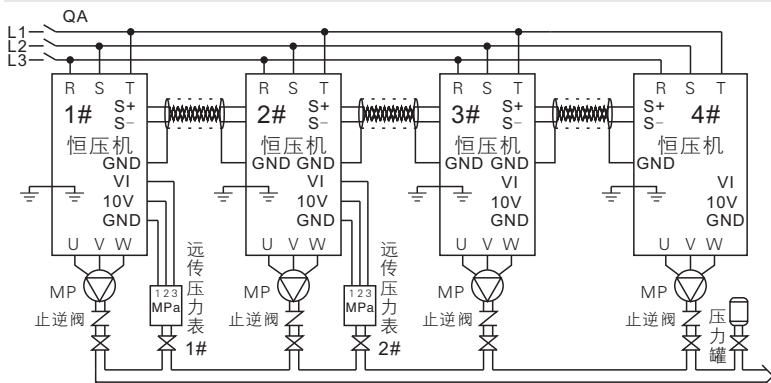
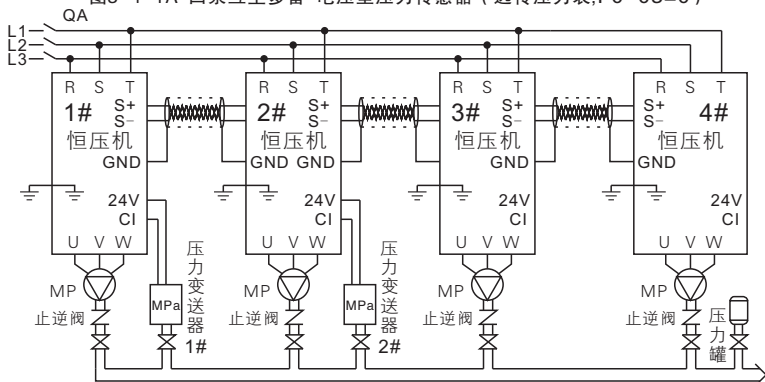

图3-4-1A 四泵互主多备-电压型压力传感器 (远传压力表,F0-03=0)
图3-4-1B 四泵互主多备-电流型压力传感器 (压力变送器,F0-03=1)
- ①先接主回路输入端(三相:R、S、T,单相:R、T)输出端(U、V、W到异步电机)
- ②再将压力传感器的信号线连接到智能恒压机,连接电压型远传压力表参照图3-4-1A,连接电流型压力变送器参照图3-4-1B。
- ③通信线连接,用双绞屏蔽线将四台智能恒压机端子S+、S-同名端子对应连接。
- ①供电后,将F0-00设置0为手动模式,按运行键查看水泵叶轮旋转方向是否正确,若方向反转,断电后将电机线任意两相对调即可。
- ②首次启动,可使用手动模式给水泵、管道排气。
- ①设置压力传感器最大量程F0-04(参见上表F0-04说明)。
- ②在手动模式下启动查看恒压机上的反馈压力是否与实际压力一致,长按▲键或▼键增加或减少水泵转速观察反馈压力是否同时改变一致,若一致,说明压力传感器接线正确。(观察1#泵)
- ①首次启动或遗忘参数时,恢复厂家参数(F0-24设置“1”确定)
- ②按照3.4.2参数设置表逐项进行设置。F0-01~F0-04参数仅需在主机泵设置(双主机需要在1号、2号机分别设置参数)。